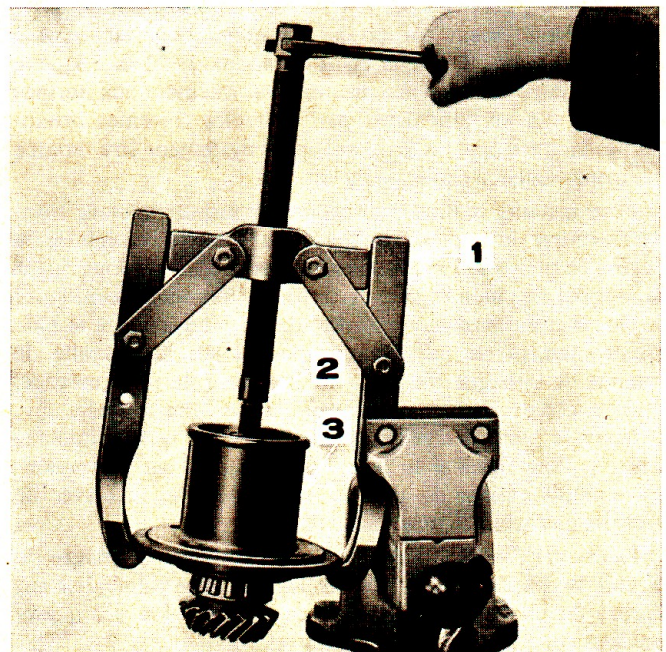

Fig. 7: Extraction de l'arbre de sortie complet
7. Extraire l'arbre de sortie de son palier à l'aide de l'extracteur No. 1003 et du protecteur d'arbre No. 625-3 (Voir Fig. 7).